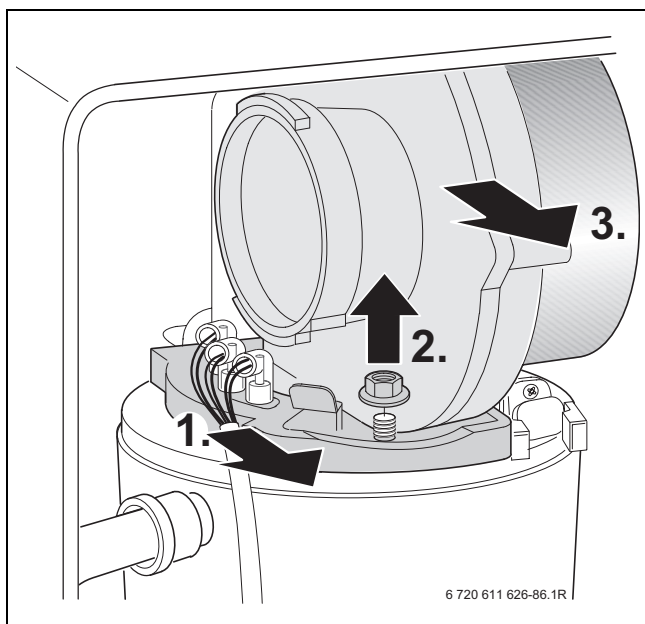

Fig. 52
- ▶ Retirer le câble des électrodes d'allumage et de contrôle, → figure 52.